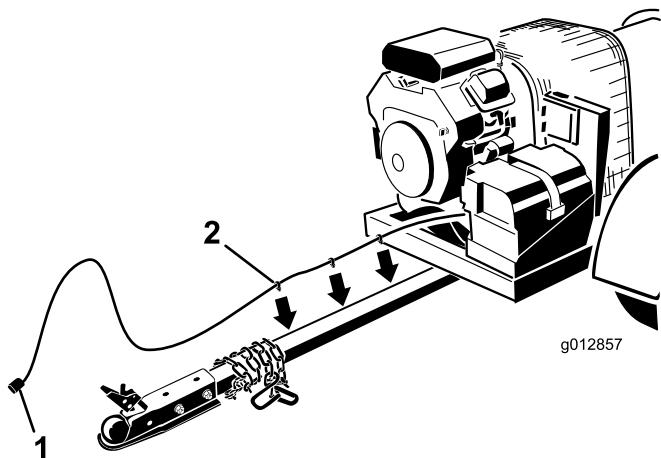

Figura 10
- 3. Pase el arnés de cables por el lado derecho de la barra del enganche (Figura 10).
- 4. Inserte los clips del arnés en los taladros del lateral de la barra del enganche para sujetar el arnés (Figura 10).